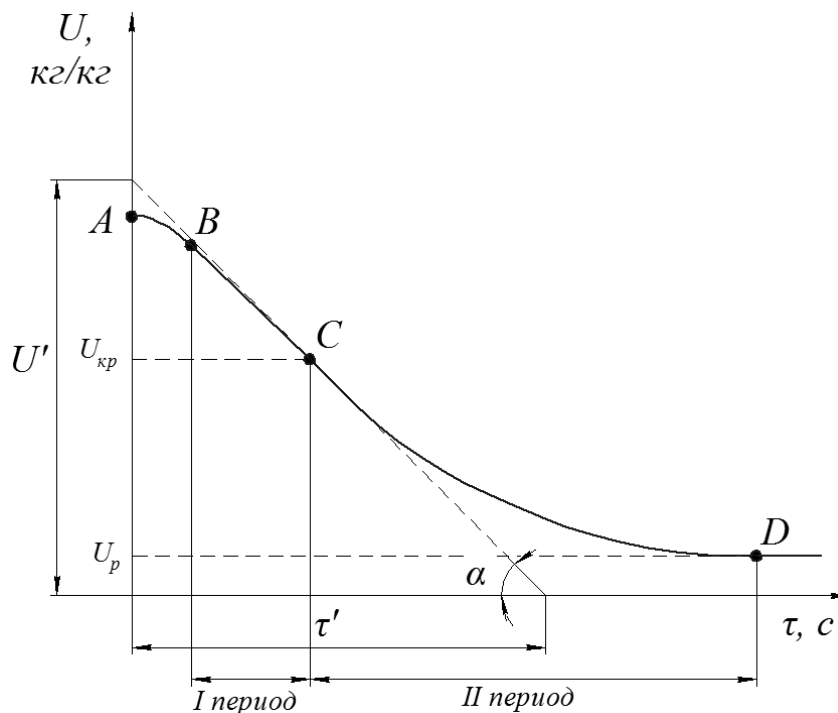

Рис. 4. Кривая сушки
4. По полученным значениям строят кривую сушки (см. рис. 4)
где  $\alpha$  – угол наклона касательной к горизонтальной оси;  $U'$ ,  $\tau'$  – отрезки, отсекаемые касательной на осях (см. рис. 4).